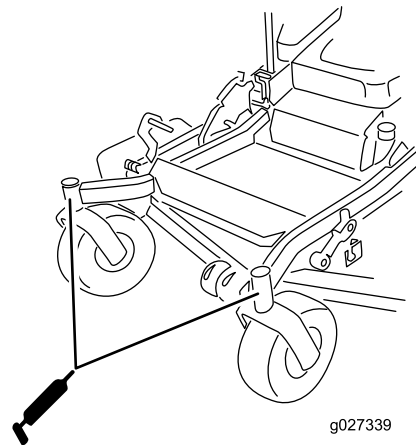

Figure 39
10. Remettez le bouchon hexagonal et le capuchon antipoussière en place (Figure 39).